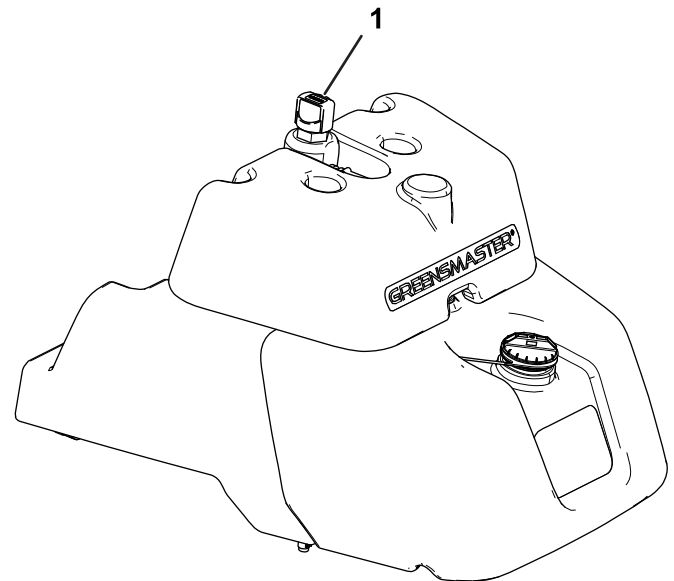

Figure 42
2. Localisez la jauge au sommet du réservoir hydraulique principal (Figure 42) et passez à l'opération 3.